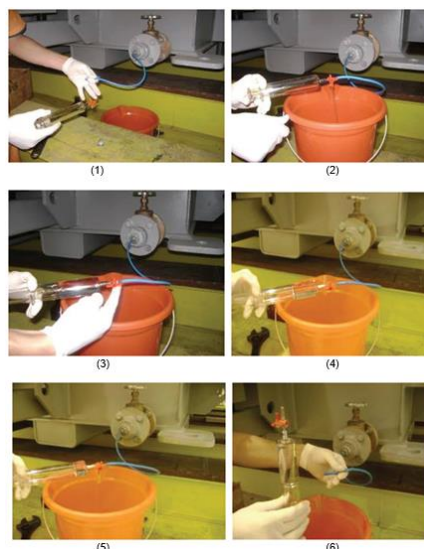

Figura 48 - Sequência de coleta com seringa
- a) Observar a coleta na sequência de 1 a 6 na **Figura 48**;
- k) Identificar a amostra conforme item 9.5 e enviar a mesma para um laboratório qualificado.